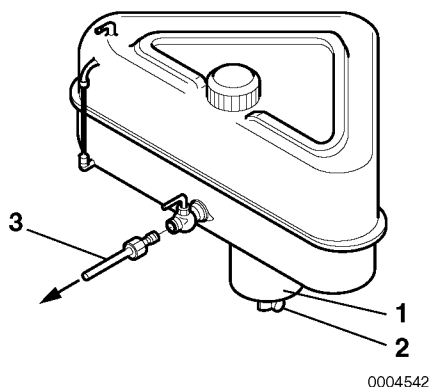

Figure 2
Installer en tappekran (**Figure 2, (2)**) på bunnen av drivstofftanken for å fjerne vann og forurensninger fra bunnfallsbollen (**Figure 2, (1)**).